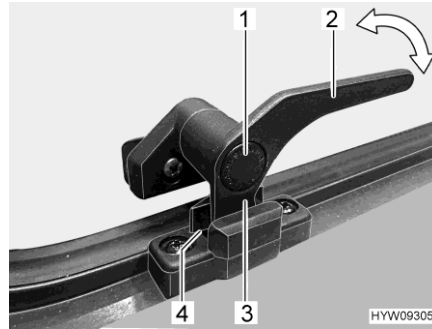

Bild 65 Verriegelungshebel (Stellung "Dauerbelüftung")
- in Stellung "Dauerbelüftung" (Bild 65)
- Sicherungsknopf (Bild 65,1) drücken und gedrückt halten.
- Den Verriegelungshebel (Bild 65,3) eine viertel Umdrehung zur Fenstermitte hin drehen.
- Den Verriegelungshebel wieder zurückdrehen. Die Verriegelungsnase (Bild 65,3) am Verriegelungshebel dabei in die Aussparung der Fensterverriegelung (Bild 65,4) einfahren.
- Sicherungsknopf (Bild 65,1) loslassen.